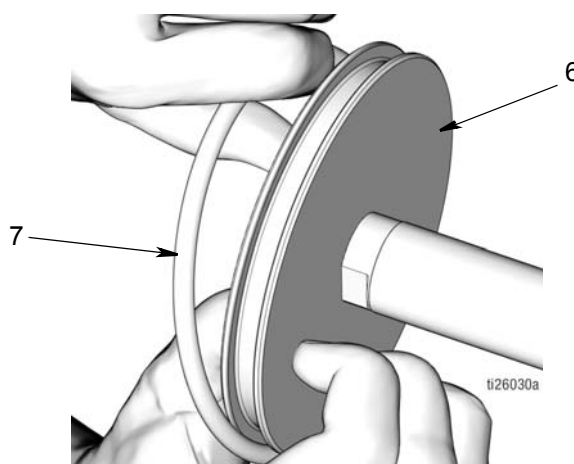

FIG. 50
- e. Aplique una capa fina de grasa en la junta tórica (7). Instale la junta tórica (7) alrededor del pistón (6) como se observa en FIG. 50.